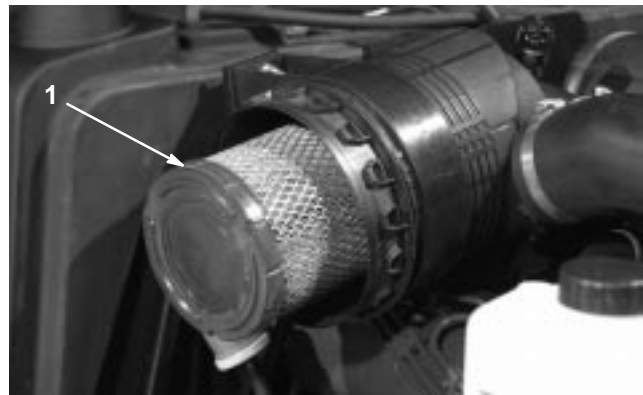
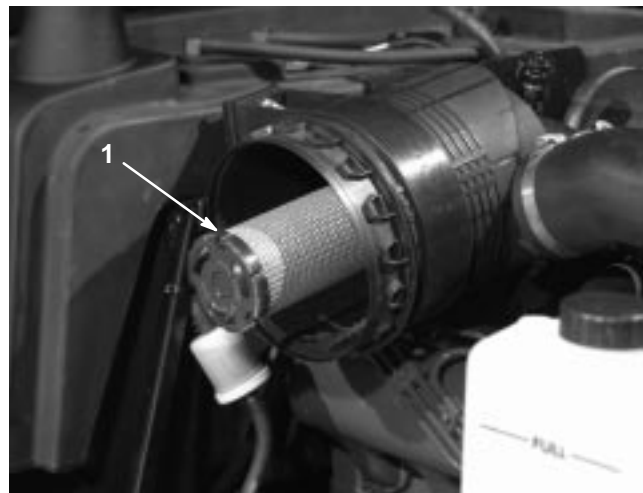

Bild 46
Bild 47
2. Schieben Sie den Hauptfilter (Bild 46) vorsichtig aus dem Luftfilterkörper heraus, damit möglichst wenig Staub aufgewirbelt wird. Vermeiden Sie ein Anstoßen des Filters am Filterkörper. Entfernen Sie den Sicherheitsfilter **nicht** (Bild 47).
Wichtig Versuchen Sie nie, den Sicherheitsfilter zu reinigen (Bild 47). Tauschen Sie den Sicherheitsfilter bei jeder dritten Wartung des Hauptfilters aus.